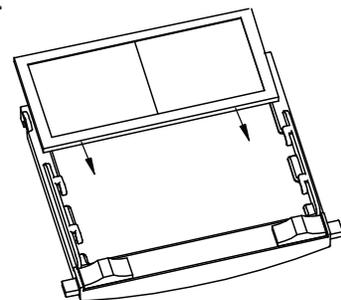

Figure 3
**INSTALLATION D'UNE LOUPE DE MARCHÉ SECONDAIRE:** Il suffit de glisser la loupe dans le rail court situé sur les côtés du filtre à lentille photosensible tel que dans la Figure 3. La cartouche de teinte doit être retirée du support du filtre à lentille photosensible pour installer la lentille de grossissement.